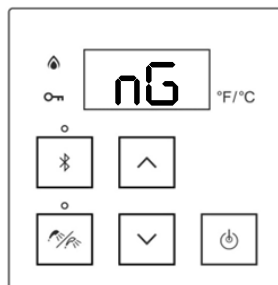

Figure 50
2. Appuyer sur la touche « Priority » (Priorité). Le contrôleur affiche « **nG** » (gaz naturel) (figure 50).